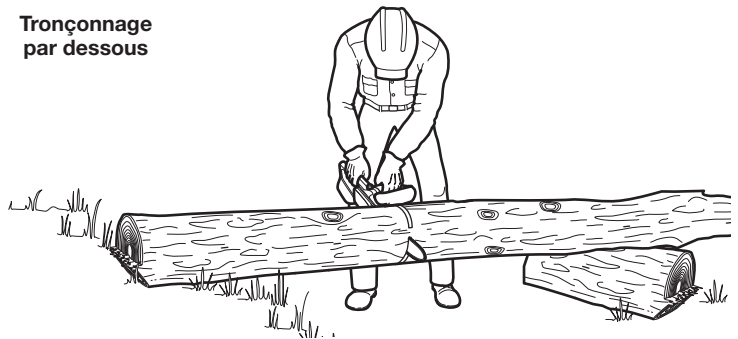

Fig. 32
1. Commencez à couper par le bas, avec le haut de la chaîne de la tronçonneuse contre le bas de la bûche (Fig. 32).